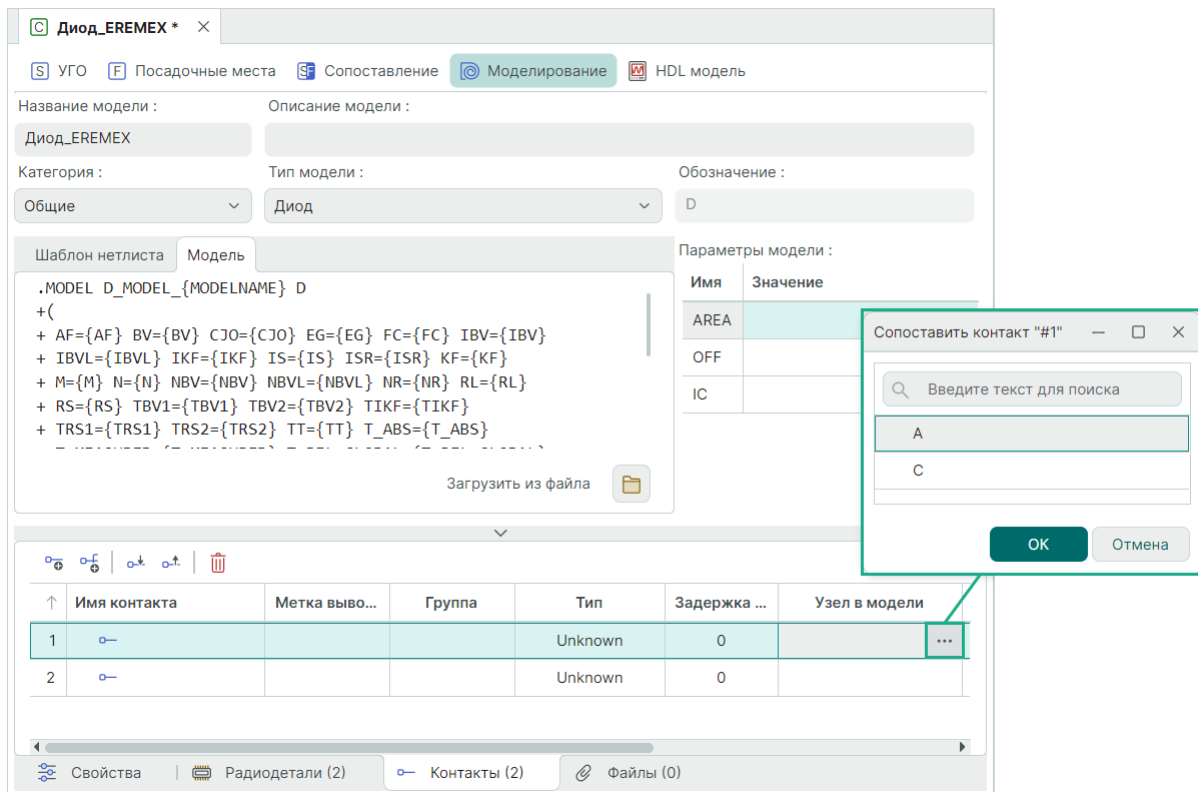

Рис. 295 Сопоставление контактов УГО с выводами SPICE-модели
5. Перейдите на вкладку «Контакты» и сопоставьте контакты компонента с выводами SPICE-модели, Рис. 295.